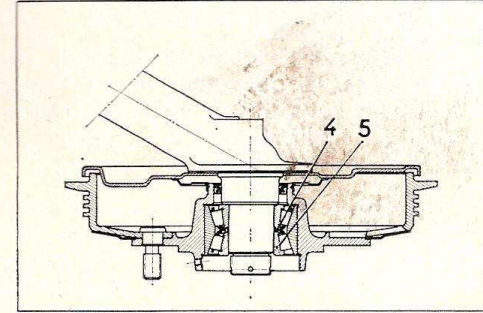

Fig. F 5.
— Placer la rondelle entretoise (4) (Fig. F.5). Placer le roulement à galets (5) sur la fusée.